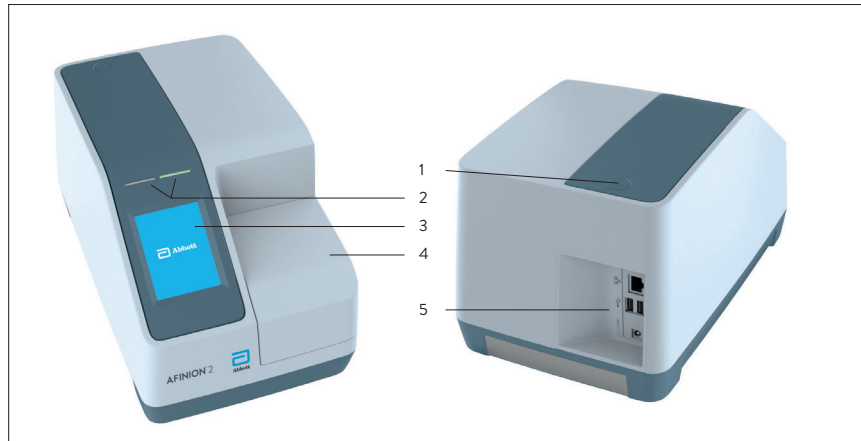

Abbildung 1
Abbildung 1 zeigt die wichtigsten Teile des Analysegeräts Afinion 2.
- 1  Schalten Sie durch Drücken des EIN-/AUS-Schalter das Analysegerät ein (Abbildung 1). Es wird ein automatisches Startprogramm aktiviert. Bitte warten Sie.
Schalten Sie durch Drücken des EIN-/AUS-Schalter das Analysegerät aus (Abbildung 1). Am Ende des Arbeitstags sollte das Analysegerät ausgeschaltet werden.